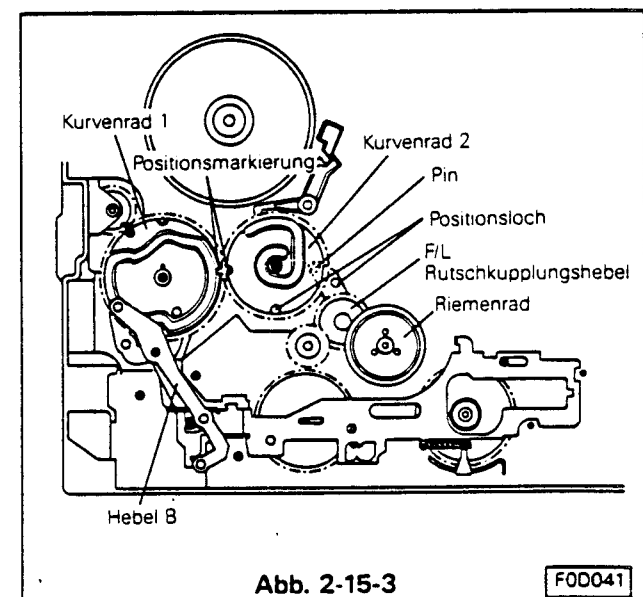

Abb. 2-15-3
- F. Den Hebel B so einsetzen das der Führungspin des Führungshebels sich in der Kurve des Kurvenrades 1 befindet. (Siehe Abb. 2-15-3). Den Hebel mit den Klemmrings sichern. Das Positionsloch des Hebels für die F/L Führungsrolle mit dem Positionsloch im Chassis in Übereinstimmung bringen. (Siehe Abb. 2-15-3)
- H. Die Markierung von Kurvenrad 1 und Kurvenrad 2 nebeneinanderstellen und das Positionsloch von Kurvenrad 2 über das Positionsloch des Chassis stellen. Das Kurvenrad 2 einbauen. (Siehe Abb. 2-15-3)